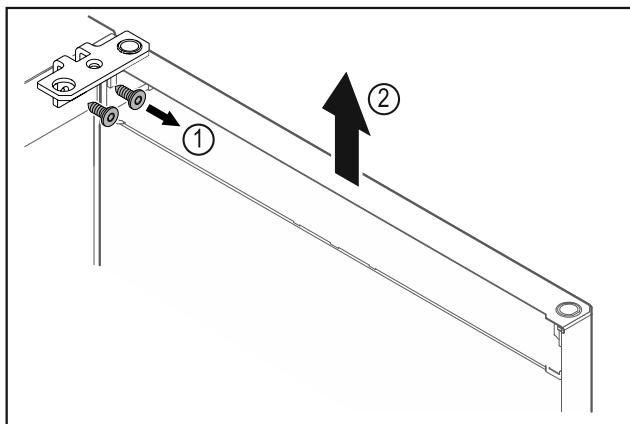

Fig. 12
- ▶ Odskrutkujte uholník závesu Fig. 12 (1).